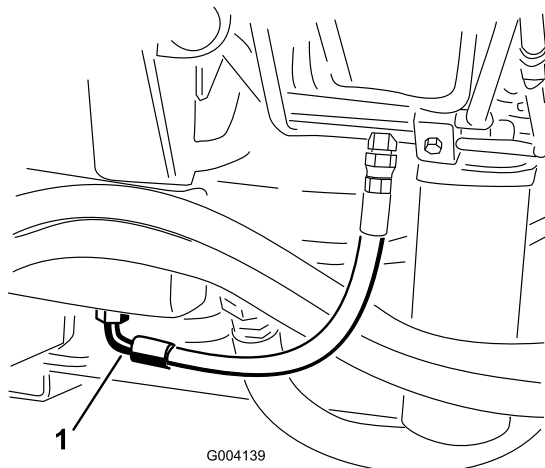

Figura 68
2. Coloque un recipiente grande debajo del acoplamiento situado en la parte inferior del depósito de aceite hidráulico (Figura 68).